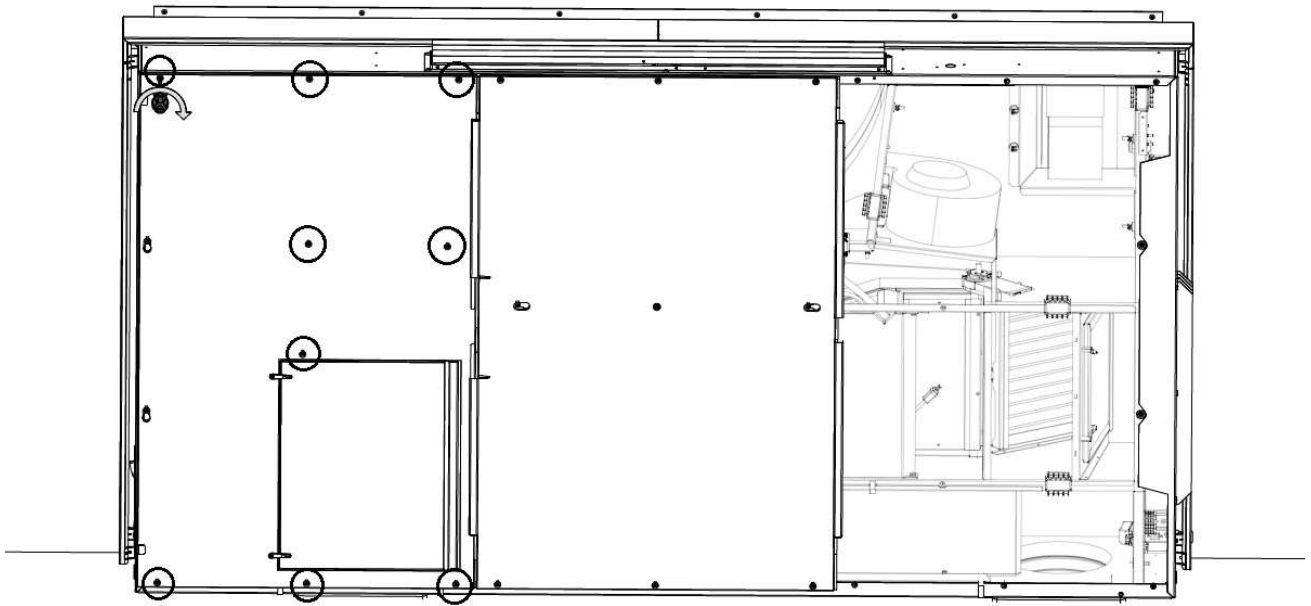

Abbildung 43: Befestigungspunkte für die linke Stahlplatte
8. Schrauben Sie die Stahlplatte mit neun kurzen Schrauben in den Geräterahmen, siehe Abbildung 43.